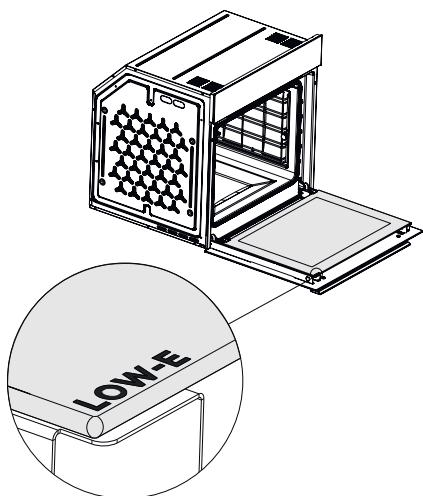

Рис. 26
*В то время, как дверца вашей духовки находится в горизонтальном положении, надпись LOW-E на внутреннем стекле дверцы духовки должна быть, как показано на (Рис. 26)*